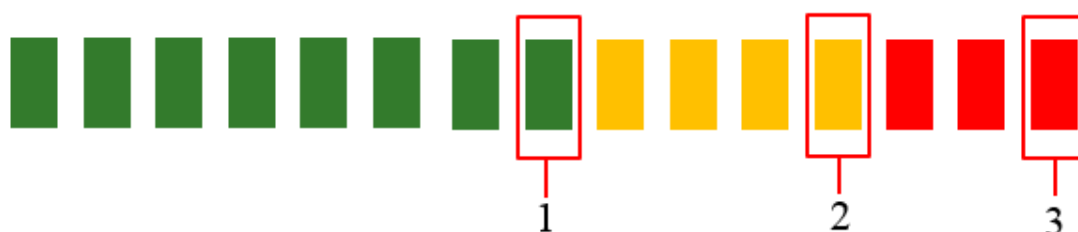

Рисунок 13
- б) Проводная зарядка: подсоедините USB-кабель к микромоторному наконечнику и подключите его к USB-порту на блоке управления (см. Рисунок 13).